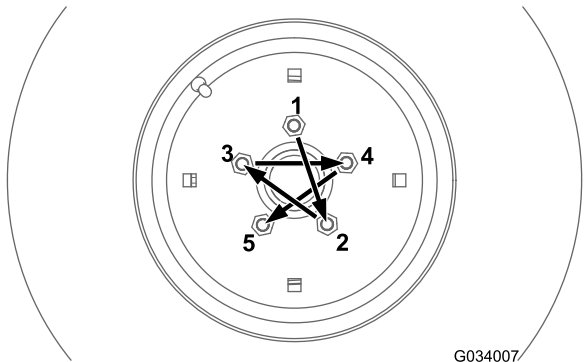
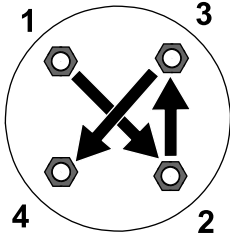

Figure 64
Figure 65
Serrez les écrous des roues avant et arrière (modèles à 4 roues motrices seulement) au couple spécifié et dans l'ordre indiqué, comme montré à la Figure 64 et la Figure 65.
- Roues avant, voir Figure 64.
- Roues arrière (modèles à 4 roues motrices seulement), voir Figure 65.